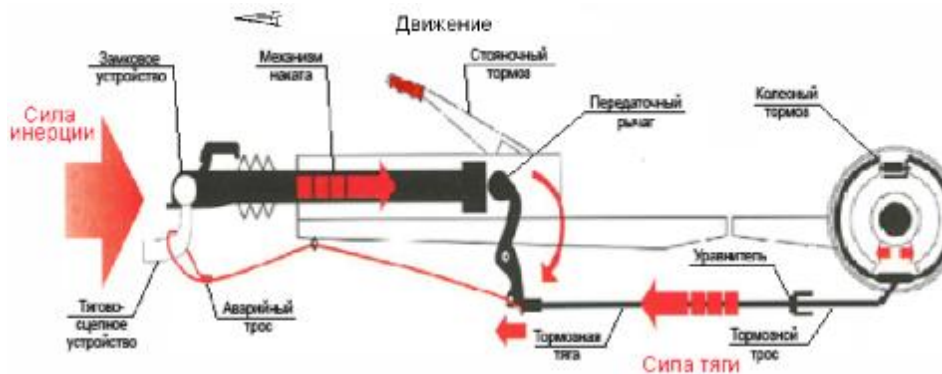

Рис.4. Схема работы тормоза наката.
4.2.2. При торможении прицепа в составе автопоезда, (Рис.4.) сила инерции от тягача передается через тягово-сцепное устройство на механизм наката, который в свою очередь через рычаг натягивает тягу и закрепленные на ней тормозные тросы. Сила натяжения троса разводит тормозные колодки, что приводит к торможению прицепа.